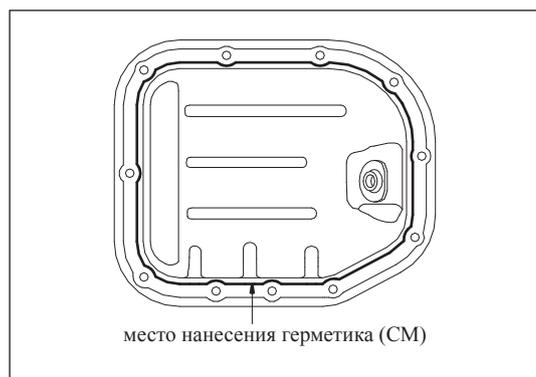

Рис. 11-3-7. Нанесение герметика
(2) Установка масляного поддона
- а) Удалить герметик с контактной поверхности масляного поддона, смыть масляные пятна и удалить загрязнения при помощи керосина, затем нанести герметик для фланцев Loctite 5699 (СМ), как изображено на рис. 11-3-7.